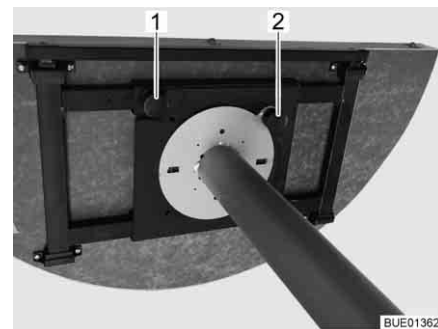

Bild 97 Fester Tisch (Ansicht von unten)
- Rändelschraube (Bild 97,1) lösen.
- Verstellknopf (Bild 97,2) anheben.